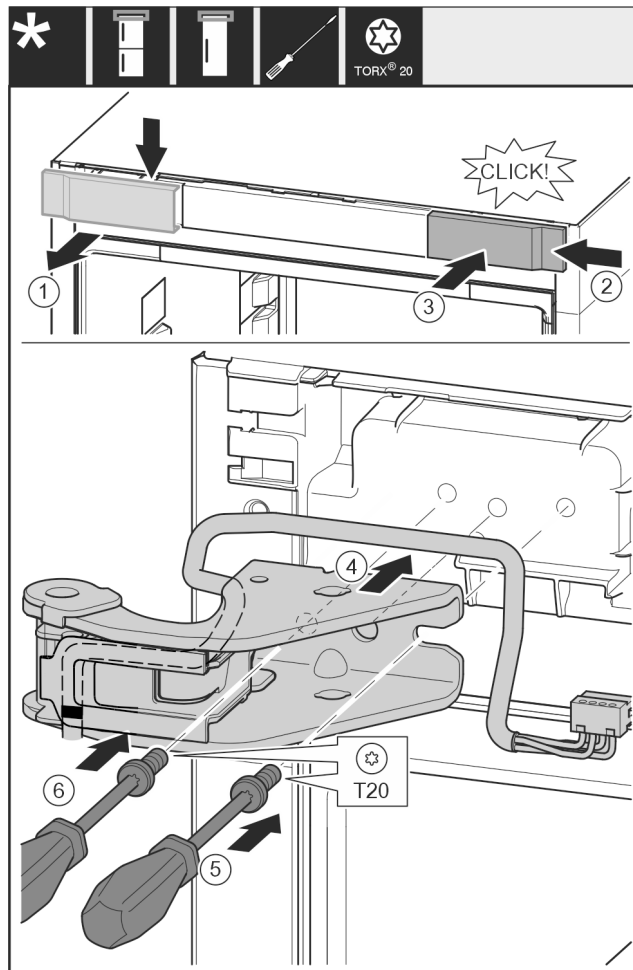

Fig. 32
- ▶ Pokrov snemite od zgoraj v smeri naprej. Fig. 32 (1)
- ▶ Pokrov, obrnjen za 180°, namestite na drugi strani z desne strani. Fig. 32 (2)
- ▶ Zatakните pokrov. Fig. 32 (3)
- ▶ Pristavite zgornji ležajni podstavek. Fig. 32 (4)
- ▶ Vijak vstavite z izvijačem T20 in ga zategnite. Fig. 32 (5)
- ▶ Vijak vstavite z izvijačem T20 in ga zategnite. Fig. 32 (6)